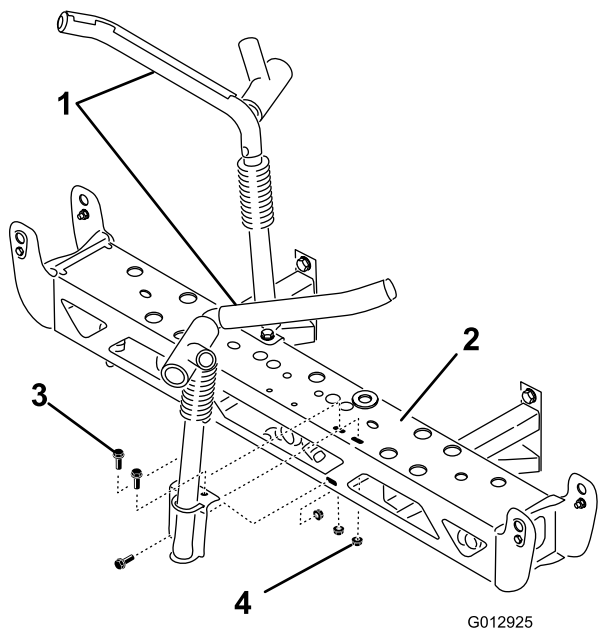

Figura 28
2. Instale los soportes de transporte de los brazos al brazo central usando 6 pernos (3/8 x 1-1/4 pulgadas) y 6 contratuercas (3/8 pulgada). Oriéntelos según se muestra en Figura 28.